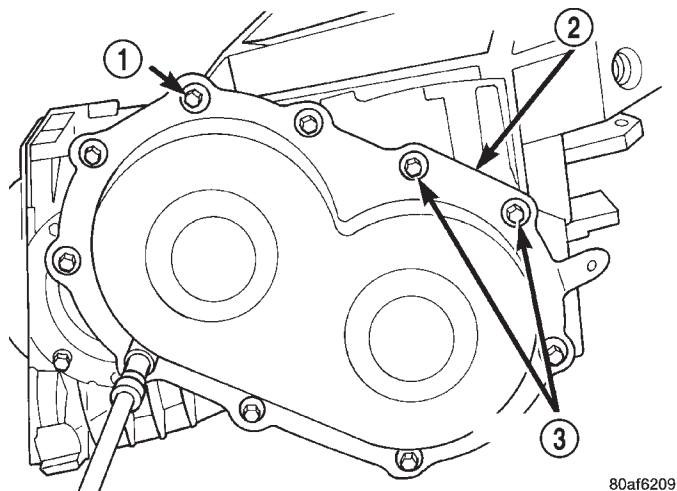

Fig. 44 Desmontaje de los pernos de la cubierta trasera
- 1 - PLACAS DE EMBRAGUE (5)
- 2 - DISCOS DE EMBRAGUE (5)
(36) Retire los pernos de la cubierta del engranaje de transferencia al cárter (Fig. 44).